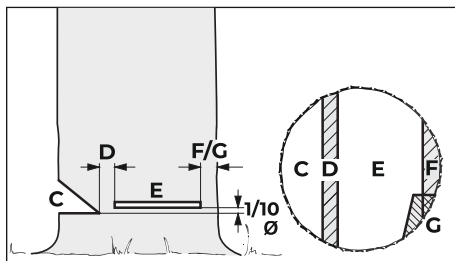

Рис. 18
– ширина недопила: около  $1/10$  диаметра ствола (рис. 18);
С помощью основного пропила (рис. 18, поз. E) дерево заваливается.
–  $1/10$  (мин. 3 см) диаметра ствола над основанием подпила (рис. 18, поз. C).
Удерживающий ремень (рис. 18, поз. F) или защитный ремень (рис. 18, поз. G) подпират дерево и предохраняет его от преждевременного падения.
Выбрать подходящие клинья для валки деревьев в зависимости от диаметра ствола и от ширины разреза (основного пропила (рис. 18, поз. E)).